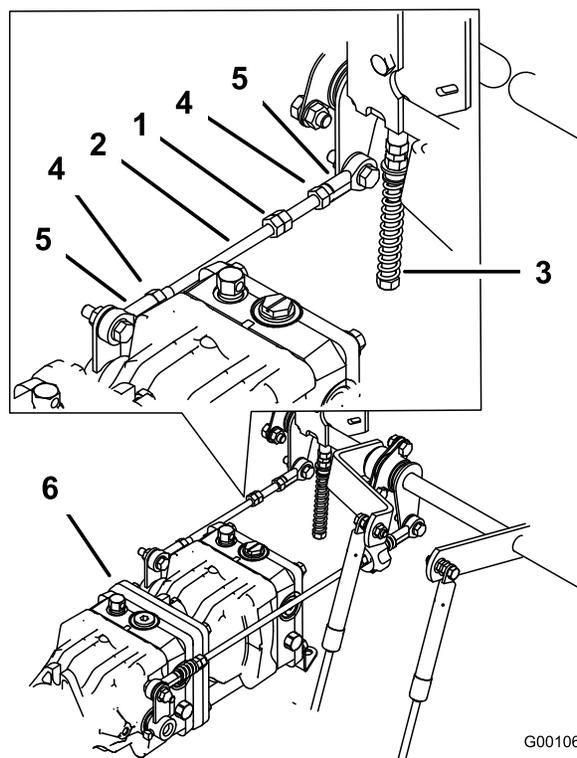

Рисунок 102
1. Ослабьте контргайки шаровых шарниров штока управления насосом (Рисунок 102).
соответствующем направлении, чтобы соответствующее колесо стояло неподвижно или немного медленно вращалось в обратном направлении (Рисунок 102).
6. Затяните контргайки шаровых шарниров (Рисунок 102).